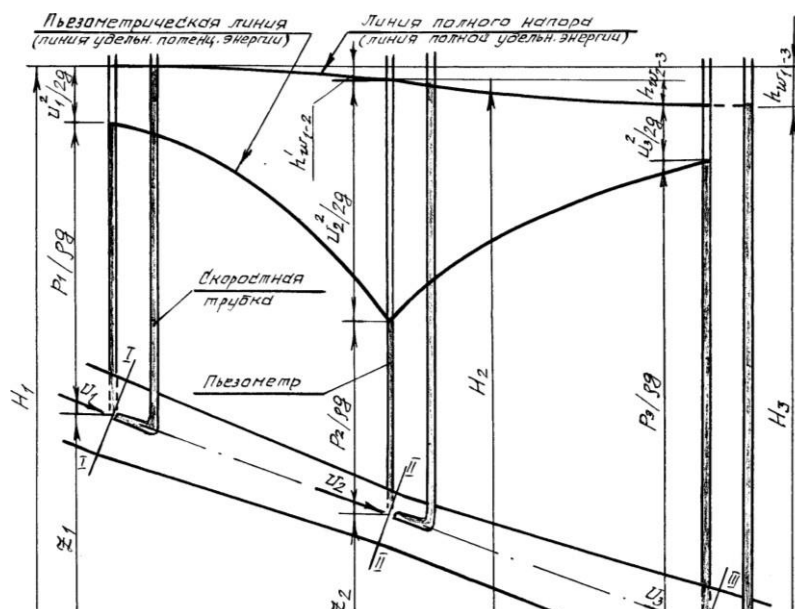

Рис.2. Диаграмма уравнения Бернулли для струйки реальной жидкости
1. Определить опытным путем слагаемые  $z$ ,  $p/\rho g$ ,  $v^2/2g$  уравнения Д. Бернулли для сечений I-I...II-II, а также потери полного напора  $h'_{w1-2}$  между сечениями (см. рис.2).
3. Построить в масштабе по опытным данным пьезометрическую линию и линию полного напора (см. рис.2).
4. Далее, определить по шкалам отметки уровней воды в пьезометрах и скоростных трубках в сечениях I-I...II-II. Результаты всех измерений записать в таблицу 1. Затем выполнить все вычисления, предусмотренные табл. 1, и построить в масштабе по полученным данным линии полного напора и пьезометрическую, так, как показано на рис. 2.